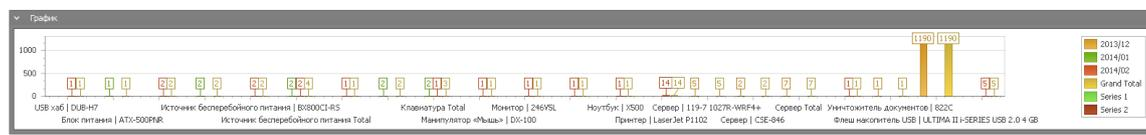

Рисунок 26
- блок с Графическое отображение результатов отчета (рис.26)